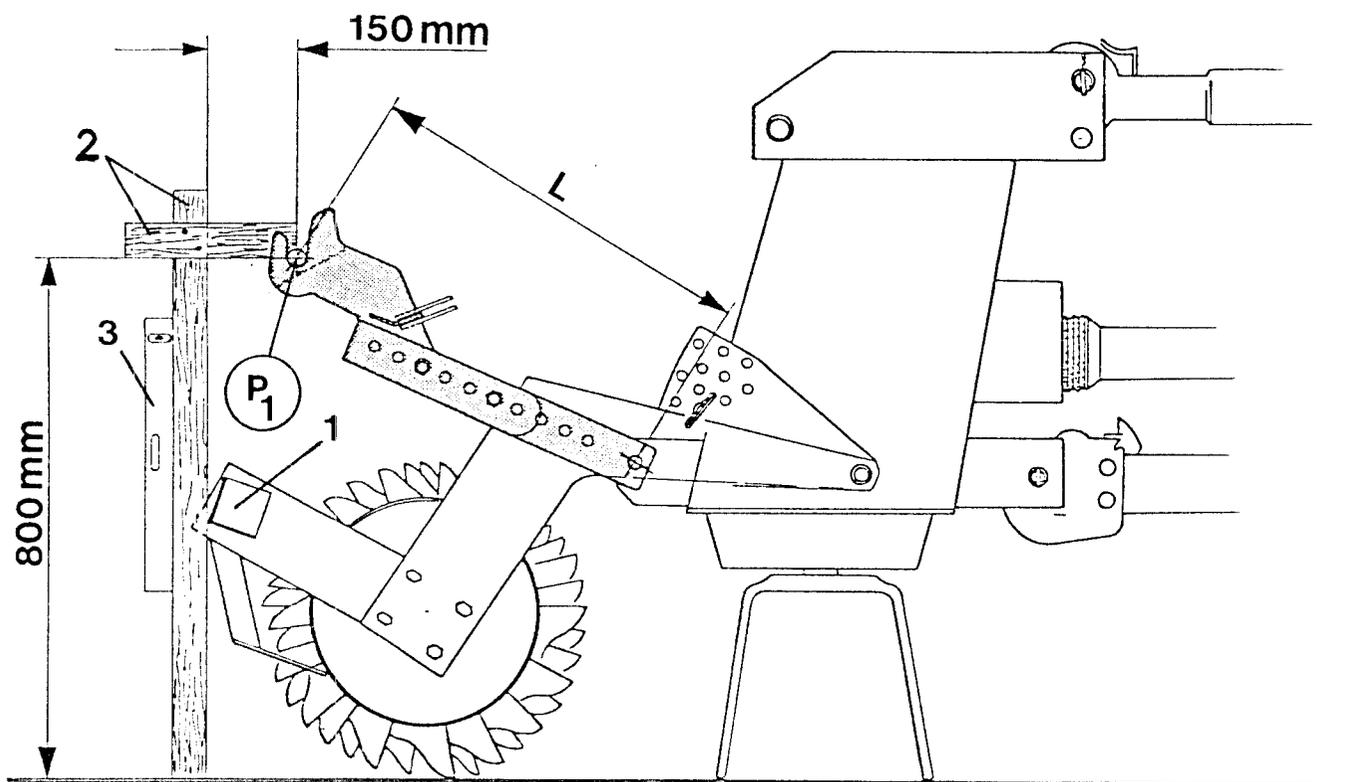

Fig. 9
La longueur "L" (fig. 9) représente la distance séparant la chape d'attelage inférieure de l'outil de préparation de sol et le point d'attelage théorique "P1" du semoir.
Le point "P1" se détermine de la façon suivante (voir aussi fig. 9) :
- Le point "P1" se situe à 800 mm au-dessus de la surface de sol et 150 mm à l'avant du rebord extérieur arrière du bâti du rouleau (fig. 9/1).
- Pour faciliter la prise des mesures, on peut réaliser une jauge avec par exemple deux lattes de bois (fig. 9/2) aux longueurs données et utiliser un niveau à bulle (fig. 9/3) pour l'aplomb.